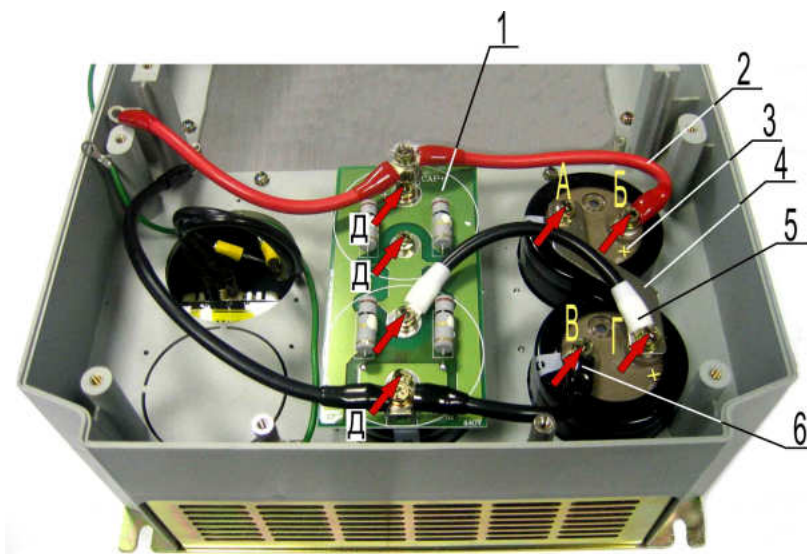

Рис. 7.5
7.3.7. Установить плату 1 на конденсаторы, как показано на рис. 7.5. Совместить отверстия платы с выводами конденсаторов. Закрепить плату тремя винтами Д (рис. 7.5).
7.3.8. Установить наконечник провода 5 над отверстием платы (рис. 7.5). Закрепить наконечник винтом.
7.3.9. Установить наконечник провода 2 на вывод Б конденсатора 3 (рис. 7.5). Закрепить наконечник винтом.
7.3.10. Установить накладную шину 4 на выводы А и Г конденсаторов. Совместить отверстие шины с выводом А конденсатора. Закрепить шину над выводом А винтом (рис. 7.5).
7.3.11. Установить наконечник провода 5 над выводом Г конденсатора. Совместить наконечник провода 5 с отверстием шины и выводом конденсатора. Закрепить шину и наконечник провода винтом (рис. 7.5).
7.3.12. Установить наконечник провода 6 над выводом В конденсатора (рис. 7.5). Закрепить наконечник винтом.